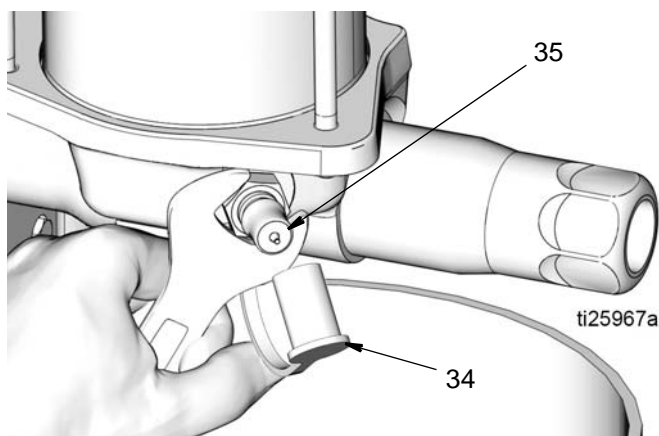

Рис. 12
7. Снимите колпачок заправочного отверстия. Затем используйте гаечный ключ для ослабления затяжки и медленно извлеките заправочный шток (35). (Рис. 12).